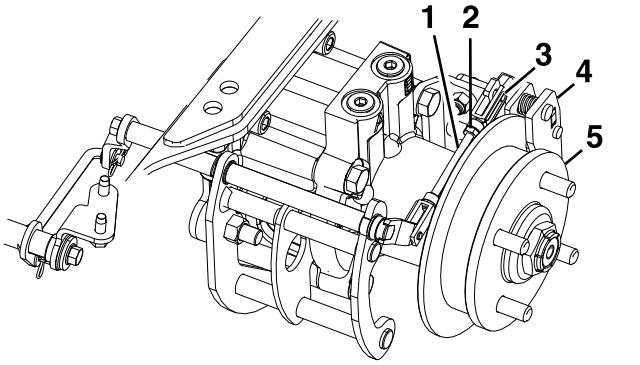

Figura 72
8. Retire el pasador de muelle del acoplamiento trasero y la pinza (Figura 72).
12. Apriete la contratuerca del acoplamiento trasero (Figura 72).